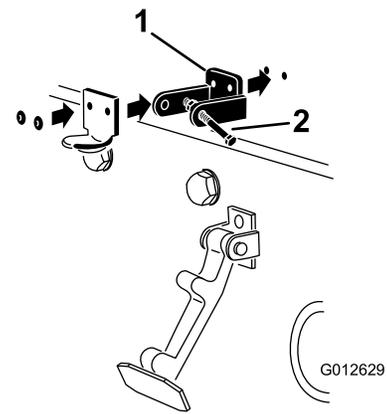

Рисунок 33
3. Выравнивая монтажные отверстия, поместите стопорный кронштейн стандарта СЕ и кронштейн защелки капота на капот. Стопорный кронштейн должен быть прижат к капоту (Рисунок 33). Не снимайте болт с гайкой в сборе с рычага стопорного кронштейна.
5. Приклепайте кронштейны и шайбы к капоту (Рисунок 33).